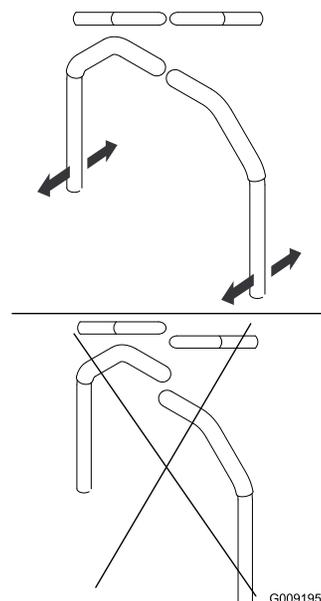

Figure 85
4. Réglez l'alignement avant/arrière des leviers en plaçant simultanément à la position point mort puis faites-les coulisser jusqu'à ce qu'ils soient alignés, puis serrez les boulons (Figure 85).